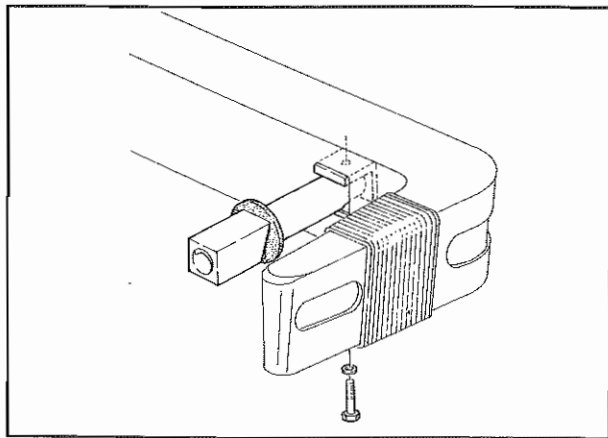

Fig. 13 - Viti fissaggio paraurti
- Allentare ed estrarre le viti di fissaggio (2) (**Fig. 13**) e smontare il paraurti.
AVVERTENZA - Posizione di montaggio guaine gommaste staffe (assorbitori) (**Fig. 13**).
- Loosen and remove the fixing screws (2) (**Fig. 13**).
CAUTION - Position of rubber rings of brackets (absorbers) (**Fig. 13**).